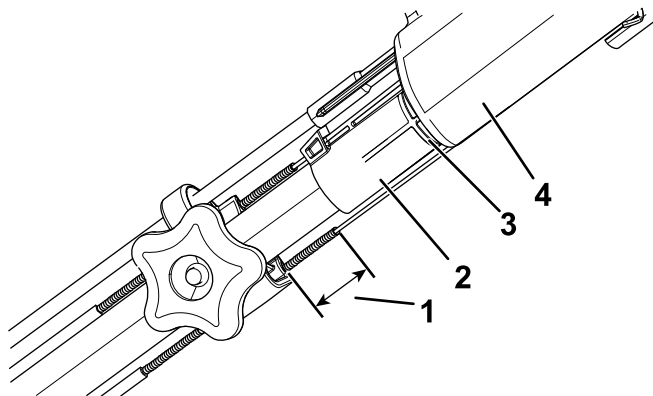

Рисунок 30
**Примечание:** Оба троса должны выдвигаться на 38 мм относительно зажимов, когда рукоятка совпадает с первой отметкой на направляющей; см. Рисунок 30.